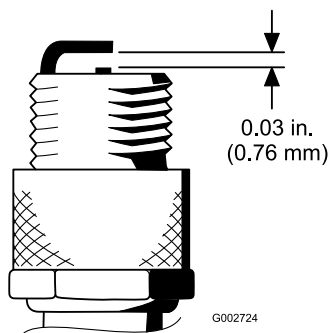

Figura 29
4. Ajuste a folga existente entre o eléctrodo central e os eléctrodos laterais para 0,76 mm; consulte Figura 29. Monte a vela com a folga correta com o vedante e aperte-a com uma força de 23 N·m. Se não utilizar uma chave de aperto, aperte bem a vela.